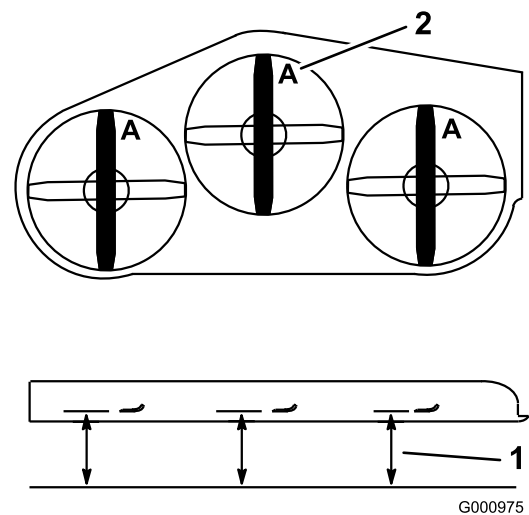

Bild 99
3. Drehen Sie die Schnittmesser, bis die Enden nach vorne und hinten gerichtet sind (Bild 99).
4. Messen Sie von einer ebenen Fläche bis zu den Schnittkante (Position A) der Messer (Bild 99).